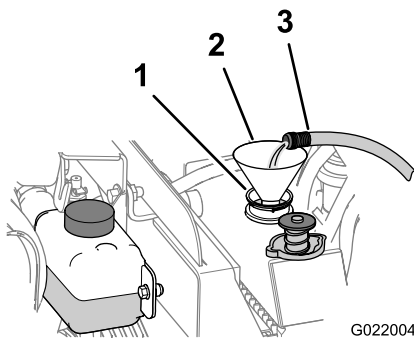

Bild 83
- B. Füllen Sie den Kühler mit sauberem Wasser (Bild 83).